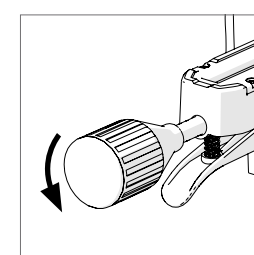

Fig. 30
- Desserrez la poignée d'onglet en faisant tourner la molette de verrouillage dans le sens antihoraire (**Fig. 30**).